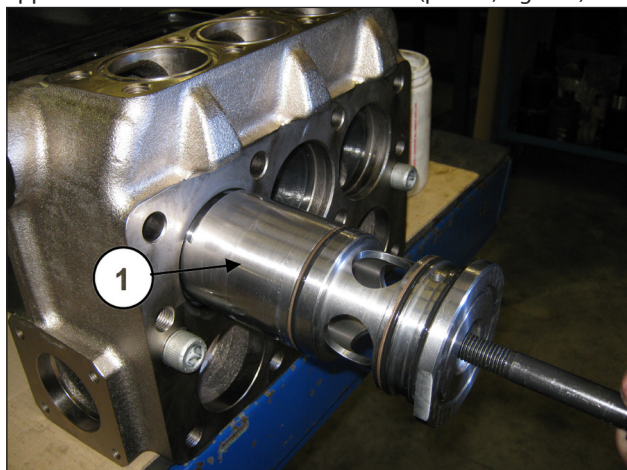

Fig. 109
Estrarre dalla testata le bussole contenenti le tenute, mediante l'utilizzo di un estrattore a massa battente (cod.27929400) da applicare al foro M16 in testa delle stesse (pos. ①, Fig. 109).